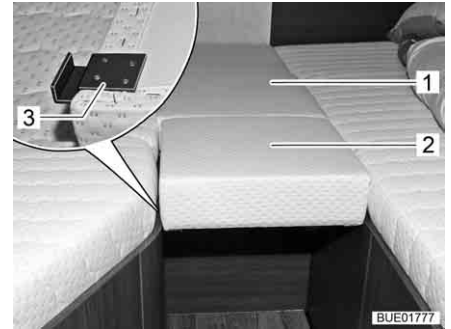

Bild 140 Sängyta
- Lägg den fällbara extra dynan (Bild 140,1) helt bak i hållaren mellan enkel-sängarna och fäll ut den (Bild 140).
- Häng den extra dynan (Bild 140,2) med de fyra fästena (Bild 140,3) så i enkelsängarnas öppning, tills det uppstår en stängd sängyta (Bild 140).